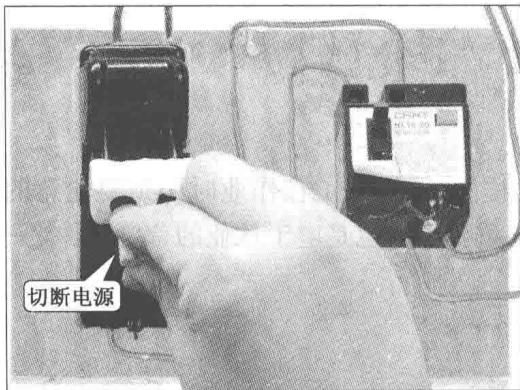

图 1-2 切断电源的示意图
②切断电源。电气线路在未经测电笔确定无电前,应一律视为“有电”,不可用手触摸。在进行设备检修前必须先切断电源,不要带电检修电气设备和电力线路。即使确认目前停电,也要将电源开关断开,以防止突然来电造成伤害。图 1-2 所示为切断电源示意图。
③检查用电线路连接是否良好。在进行电工作业前,一定要对电力线路的连接进行仔细